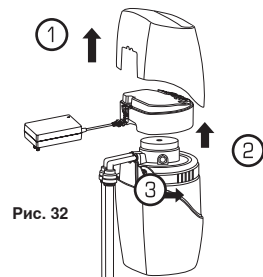

Рис. 32
3. **Снимите** крышку ①. Снимите электронный модуль ②. Возьмите инструмент для демонтажа ③ (рис. 32)